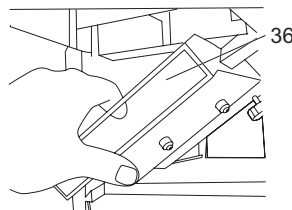

Fig. 14
- > Sostenga el conjunto del puerto de extracción de polvo (36) aproximadamente a 45° y deslícelo en su sitio en la mesa de la cepilladora. (Fig. 14)